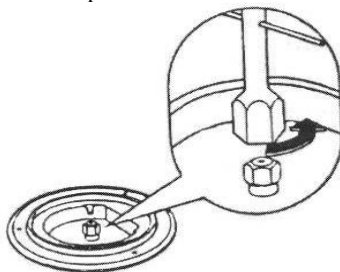

Рис. 6. Замена сопла горелки верхнего стола с помощью ключа 7 мм.
- Используя торцевой трубчатый ключ размером 7 мм заменить сопла согласно Табл.2 (Рис. 6).